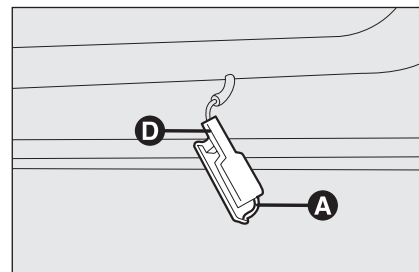

fig. 36
FEUX DE FLAQUE (lorsqu'ils sont prévus) fig. 36
- enlever le plafonnier en poussant sur le ressort **A**-fig. 36 en utilisant un tournevis;
- remonter le plafonnier en l'engageant d'abord d'un côté **D**-fig. 36 et ensuite en poussant sur l'autre côté jusqu'à perception du déclic de blocage du ressort.